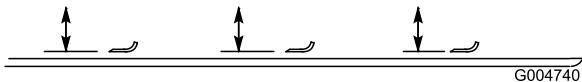

Figura 85
2. Girate la lama fino a disporla in parallelo con la lunghezza della macchina (Figura 85). Misurate la distanza tra l'interno dell'apparato di taglio e il tagliente sulla parte anteriore della lama. Ricordate questa misura.